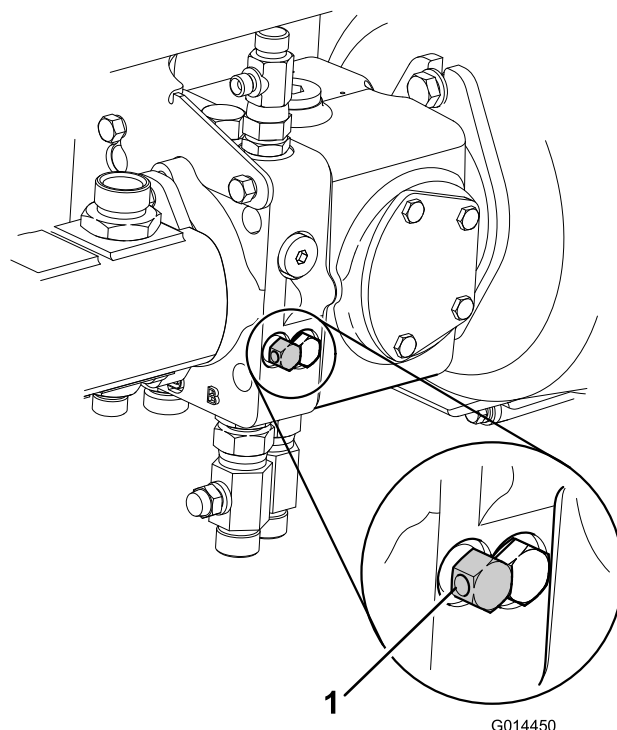

Figure 61
7. Mettez hors service le système de freinage de service hydraulique en tournant la vanne de dérivation située sous la pompe de transmission dans le sens antihoraire, de trois tours au maximum (Figure 61).